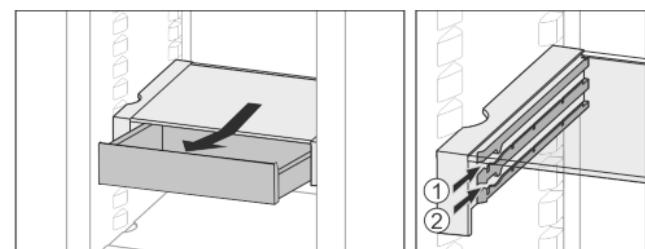

Fig. 24
- ▶ На любой высоте Fig. 24 (1) или Fig. 24 (2) вставить.